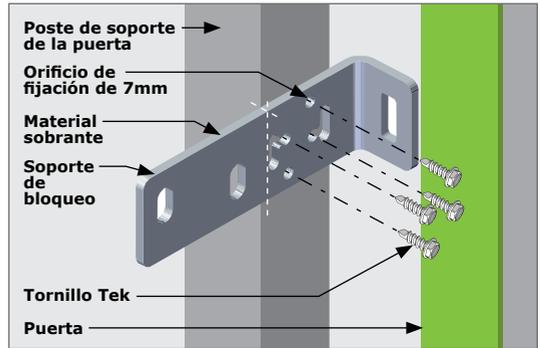

FIGURA 10. POSTE DE SOPORTE - SUJECIONES
2. Utilice cuatro tornillos M6 Tek de alta calidad para montar el soporte de sujeción en el poste de apoyo. El soporte cuenta con cuatro orificios de fijación de 7 mm diseñados para este propósito. Se han previsto orificios específicos para este propósito. Véase la figura 10.